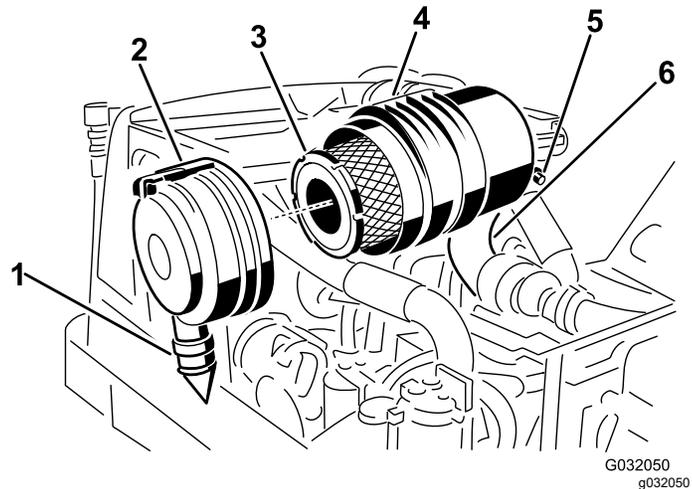

Figura 45
- Togliete il filtro primario dell'olio (Figura 45).
- Sostituite il filtro primario dell'olio (Figura 45).
fermo (Figura 45).